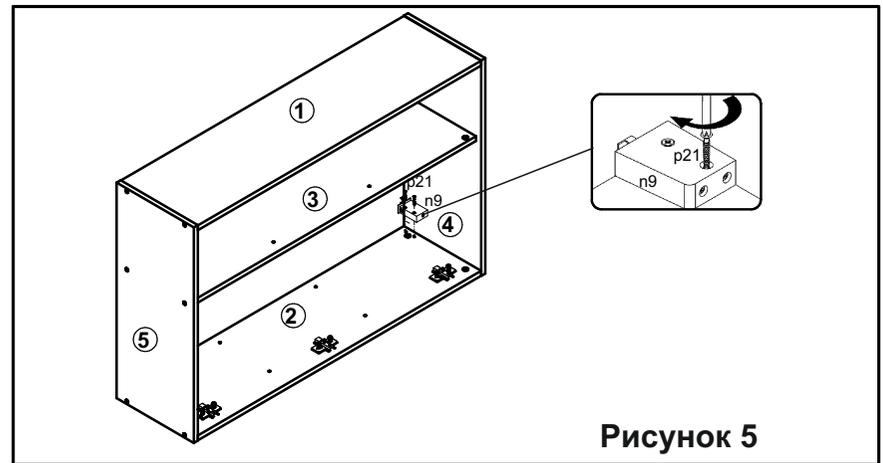

Рисунок 5
10. В отверстия $\varnothing 3$ мм (кернения) шурами **p21** на стенках боковых **1,2** закрепить кронштейны для навешивания **n9** (см. рис. 5).